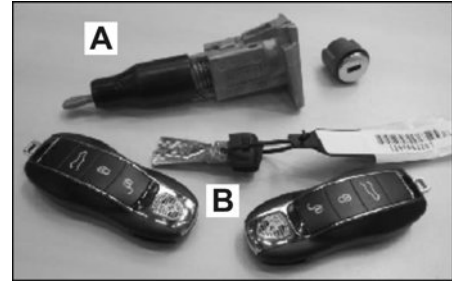

图 1
- 锁止机构（带机械部件）， → 图 1 -A- 和
- 两个遥控器（包括紧急车匙）， → 图 1 -B-。